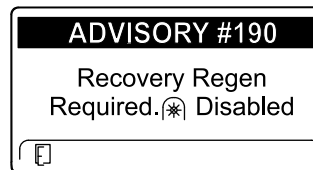

Рисунок 49
- Требуется восстановительная регенерация — вал отбора мощности выключен, ИНФОРМАЦИОННОЕ СООБЩЕНИЕ № 190 (Рисунок 49)